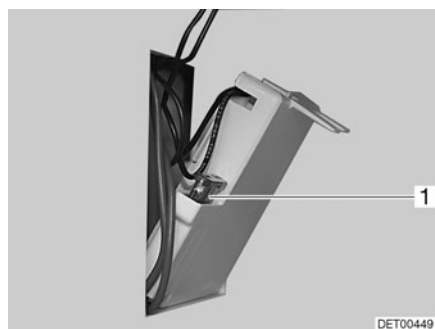

Fig. 105 Fusible del inodoro Thetford
- Cambiar el fusible (Fig. 105,1).